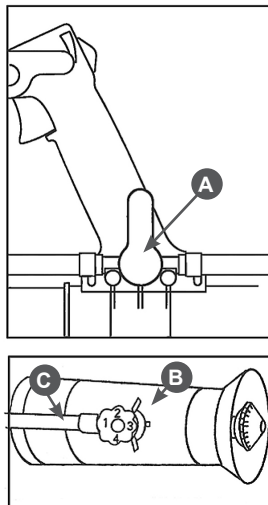

Рис. 19 Настройка дозатора
Запорный кран А (Рис. 19) на рукоятке управления открывает и перекрывает подачу жидкости.
- Количество выделяемого раствора может изменяться поворачиванием регулятора В дозатора (Рис. 19) на сопле.
Позиция «1» на регуляторе дозатора соответствует минимальному потоку распыляемой жидкости, а позиция «4» — максимальному. Необходимый номер позиции регулятора должен быть установлен напротив шланга сопла С (Рис. 19).